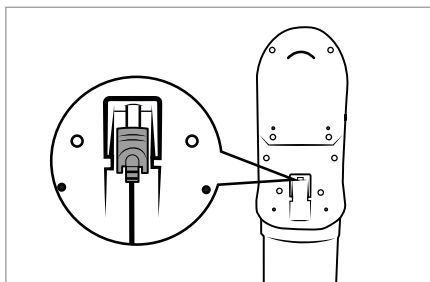

Fig. 8
- ▶ La aspiradora también puede cargarse directamente a través del adaptador de red **10**. Para ello, extraiga el conector coaxial **11** del soporte mural **13** con un leve giro e insértelo en la conexión de carga **3** del aparato (consulte la fig. 8).